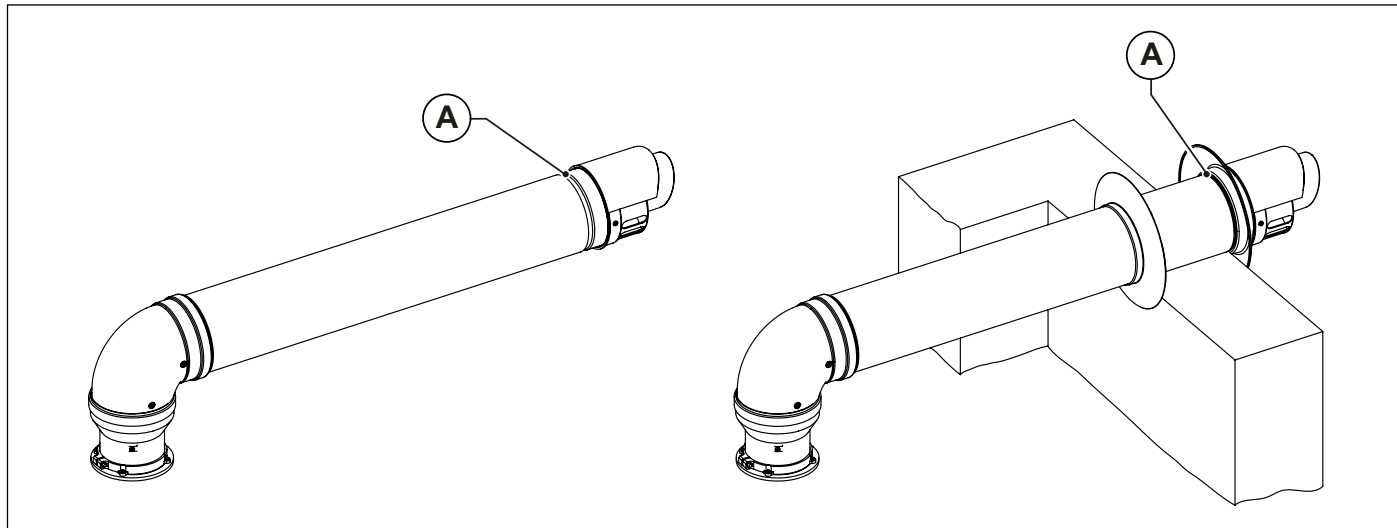

Fig. 15 Instalarea terminalelor pe perete
Terminalele de aspirare a aerului și evacuare a gazelor arse, duble și coaxiale, sunt dotate la capăt cu un gât (A) pentru fixarea rozetei externe (vezi Fig. 15 Instalarea terminalelor pe perete).